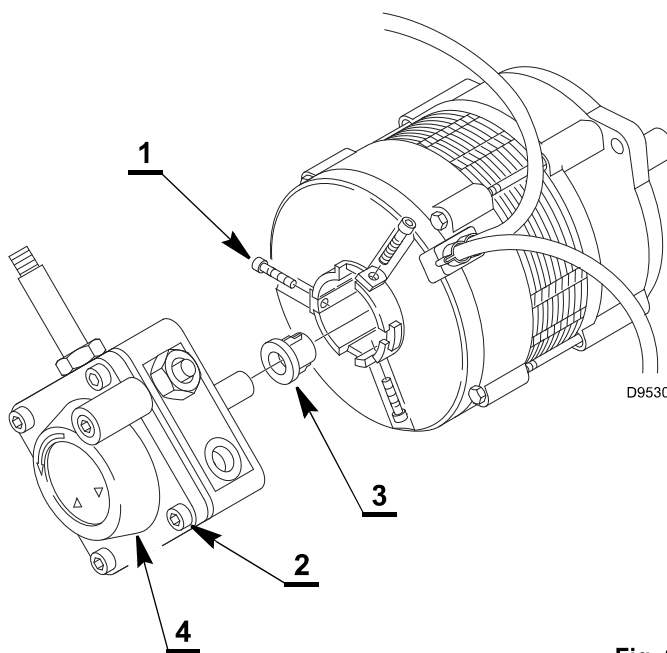

Fig. 6
- bloccare la pompa avvitando uniformemente le 3 viti 1) (Fig. 6), coppia di serraggio consigliata 3 $\pm$ 0,3 Nm.
- allentare e rimuovere le 4 viti di fissaggio 2) (Fig. 6) del coperchio 4) e controllare le condizioni del filtro del combustibile.